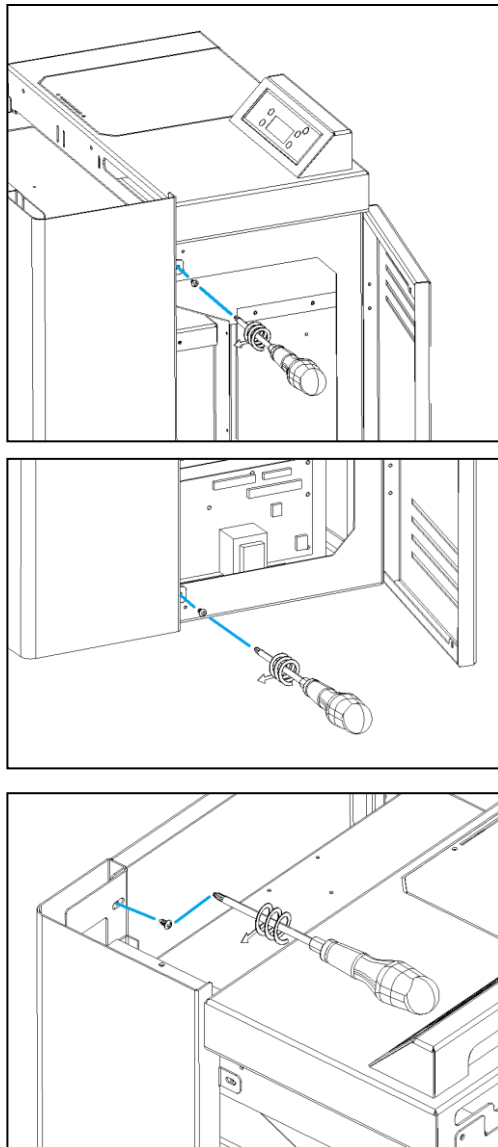

Figura 5—Fijación del lado de las envolventes
- d) Atornille los lados, como se muestra en la Figura 5, cada lado con tres tornillos A (respectivamente).